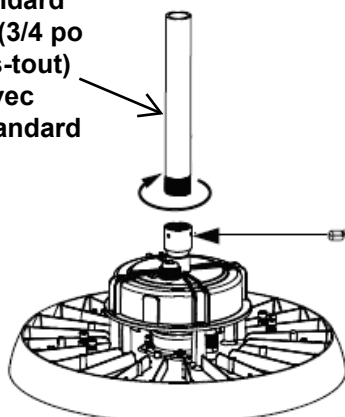
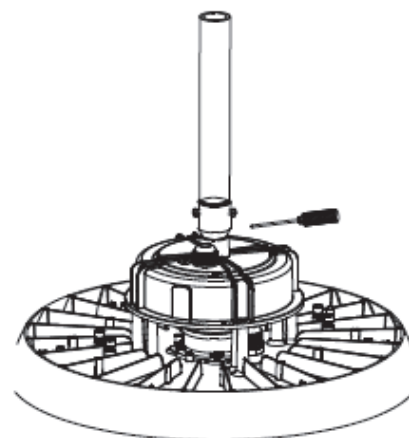

Figure 12
Figure 13
2. Insérer l'extrémité fileté de l'adaptateur dans le trou fileté situé sur le dessus de l'assemblage. Insérer l'extrémité fileté du tuyau de 3/4 po dans l'extrémité femelle fileté de l'adaptateur (Figure 12). Fixer la quincaillerie appropriée pour bloquer l'adaptateur. (Figure 13).